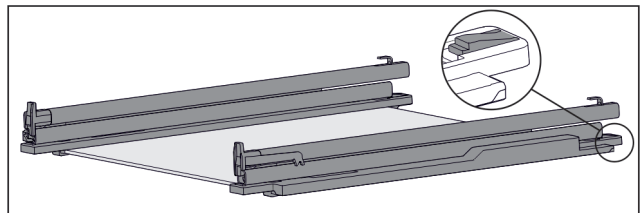

Fig. 126 Placa de vidrio con guías y piezas de sujeción
- ▶ Presione hacia abajo la pieza de sujeción por detrás (consulte Fig. 126) y, simultáneamente, deslice la guía hacia atrás.